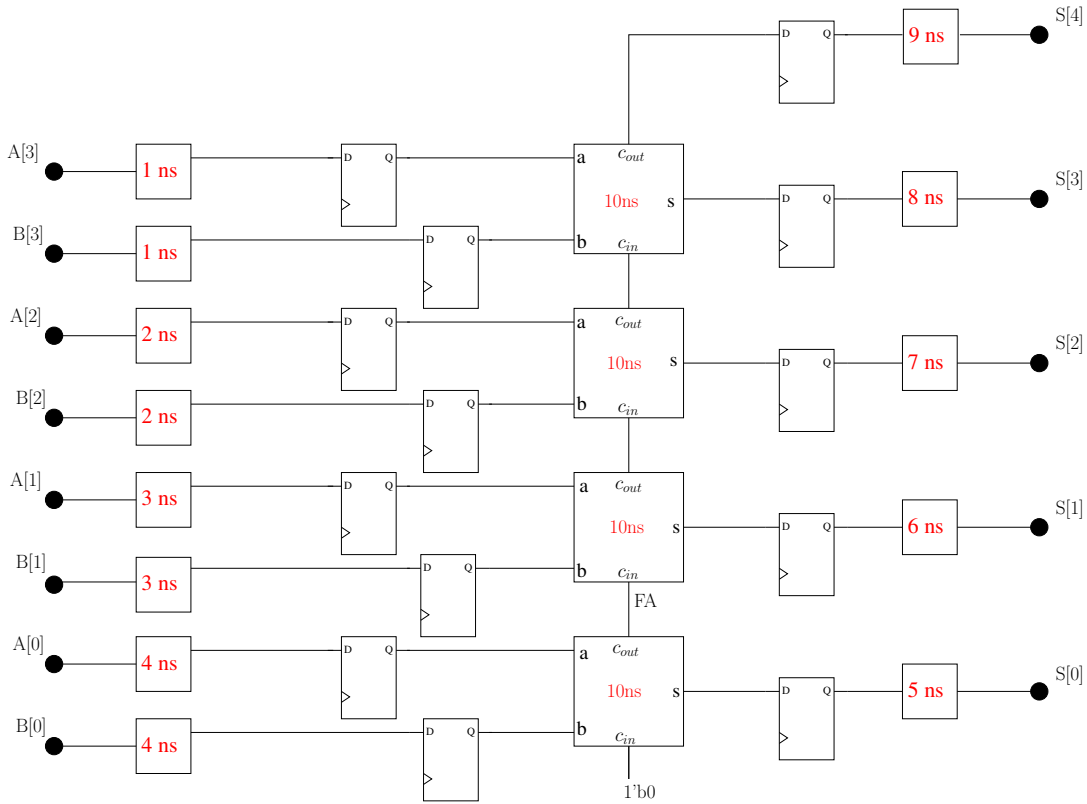

Figure 3 – Figure pour problème 4.
5. Considérez le circuit de la figure 3. C'est un additionneur synchrone 4 bit à propagation de retenu. Les entrées A et B sont présentées à une cadence de  $f_{max} = 25$  MHz. Les délais des blocs et des connexions sont marqués en rouge. La fonction de transfert de ce circuit est